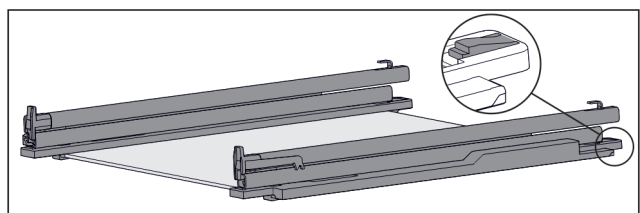

Fig. 52 Placa de vidrio con guías y piezas de sujeción
- ▶ Presione hacia abajo la pieza de sujeción por detrás (consulte Fig. 52) y, simultáneamente, deslice la guía hacia atrás.